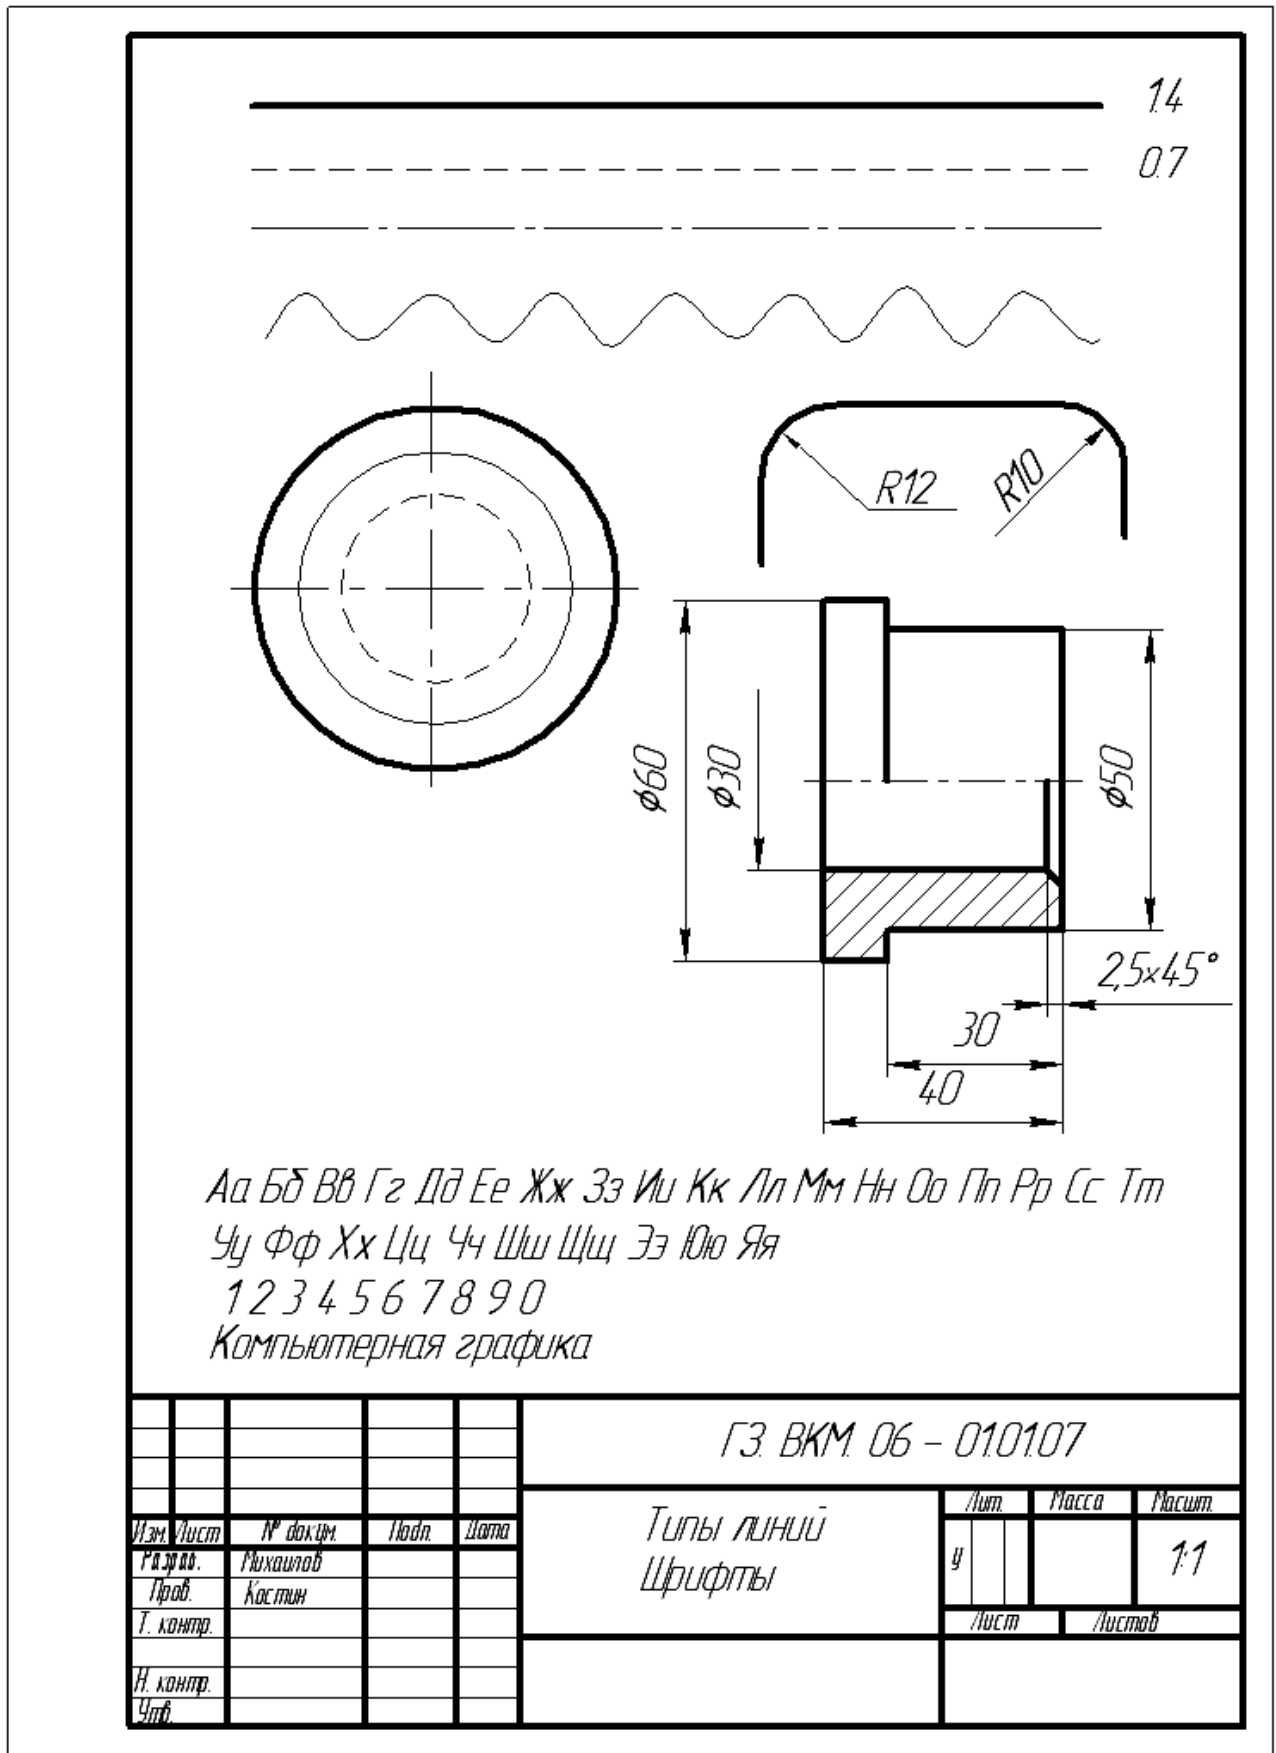

Рис. 9
3. Для всех вариантов выполнить задание «Типы линий» по образцу рис. 9.
На рис.9 показан пример выполнения лабораторной работы №1